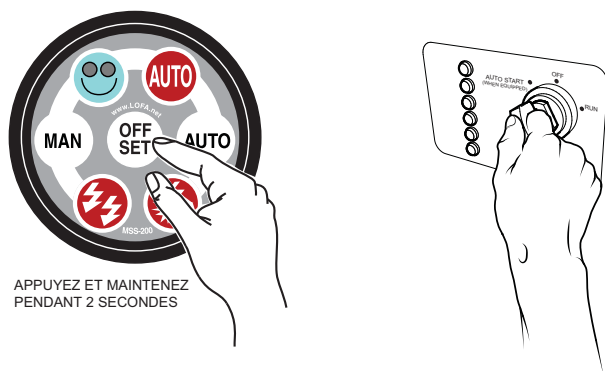

Figure 33. Initialiser le contrôleur MSS-200
- La programmation est effectuée en appuyant sur le bouton **OFF / SET** (Figure 33) sur le MSS-200 pendant 2 secondes tout en alimentant le contrôleur. Le contrôleur MSS-200 est dynamisé en tournant la clé de contact à gauche sur la position marquée "**Auto Start**". (**Démarrage automatique**).